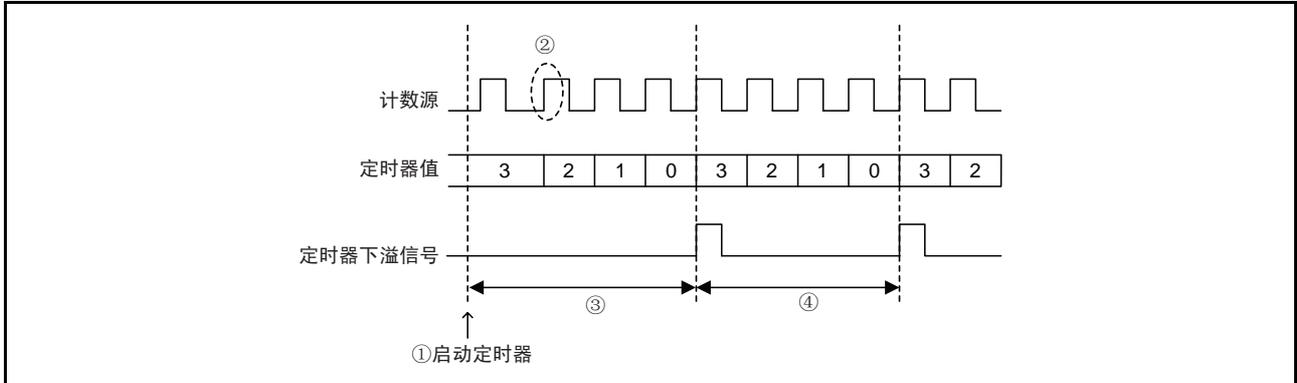

图 70 定时器的计数开始时序和开始运行时的计数时间 2
定时器 2 和 LC 从开始运行（图 70 ①）后的计数源的初次下降后的上升沿（图 70 ②）开始计数。
根据定时器和计数源的运行开始时序，从开始计数到初次下溢之间的时间（图 70 ③）与以后下溢之间的时间不同。